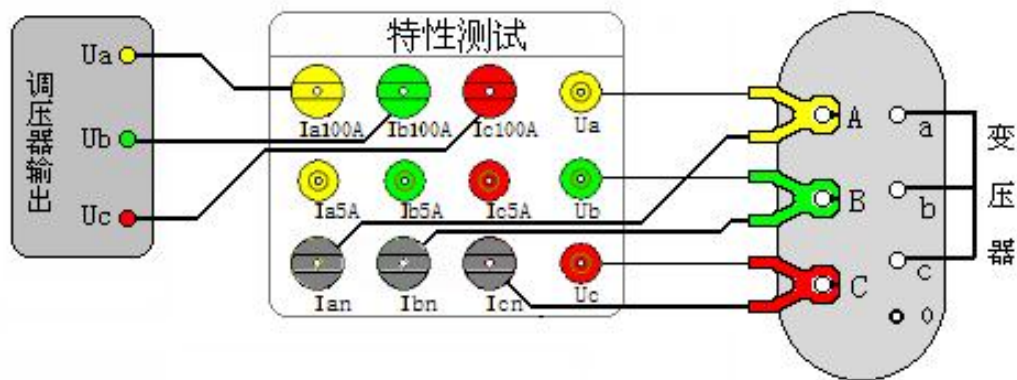

图 27、三相电源测量变压器短路损耗
- (4). 三相三线电源测量变压器短路损耗: 从变压器高压侧施加三相测试电源, 低压侧用专用短接线良好短接, 如图 27 接线: